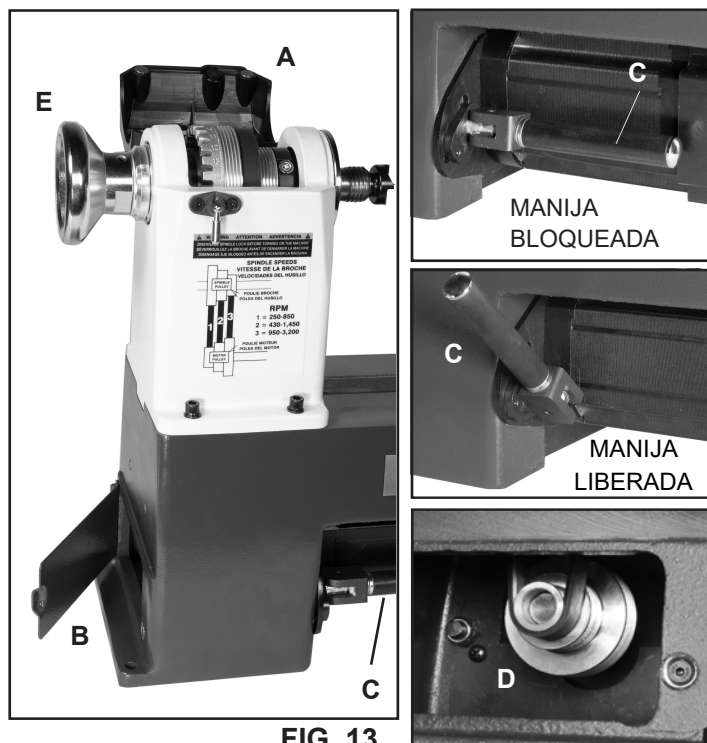

FIG. 13
2. Abra el Cobertor del cabezal fijo (#14BA, FIG. 13, A) y el lado izquierdo, Puerta cobertora de la bancada (#4A, B) para acceder a la correa y las poleas que están dentro de cabezal fijo.
- Jale la manija hacia adelante para desbloquearla. FIG.13, C.
4. Quite la Correa (#38B) de la Polea inferior del motor (#24A; FIG. 13, D). **NOTA:** Si no se guardará la correa, se puede cortar la correa vieja para quitarla.
5. Para quitar la Rueda de mano (#1B, FIG. 13, E), afloje los dos (2) Tornillos prisioneros (#2B). Luego, use la Llave de 38mm en la porción plana del husillo, y afloje a mano el plato del husillo. Gire la mano rueda de mano hacia la izquierda para quitarla completamente del husillo.